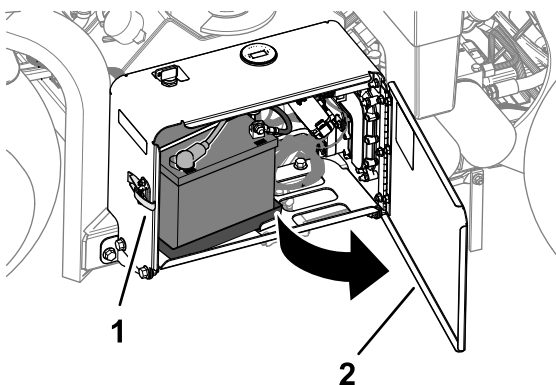

図 171
1. ラッチを外し、バッテリーコンパートメントのドアを開く図 171。